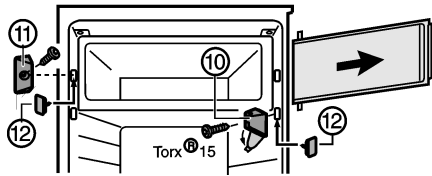

Fig. 6 \*
- ▶ Abdeckung am Lagerbock Fig. 6 (10) wegklappen.\*
- ▶ Lagerbock Fig. 6 (10) mit der Fachtür abschrauben.\*
- ▶ Verschlussstück Fig. 6 (11) abschrauben.\*
- ▶ Die freigewordenen Löcher mit beiliegender Abdeckung Fig. 6 (12) verschließen.\*